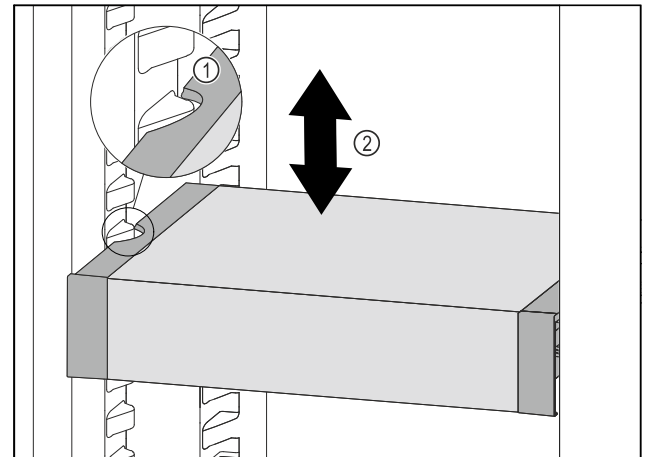

Fig. 105
- ▶ Изтеглете VarioSafe напред, докато страничните прорези на VarioSafe се намират на височината на реброто на съда в хладилната част. *Fig. 105 (1)*
- ▶ Преместете VarioSafe нагоре или надолу в хладилната част, докато се достигне желаната височина. *Fig. 105 (2)*